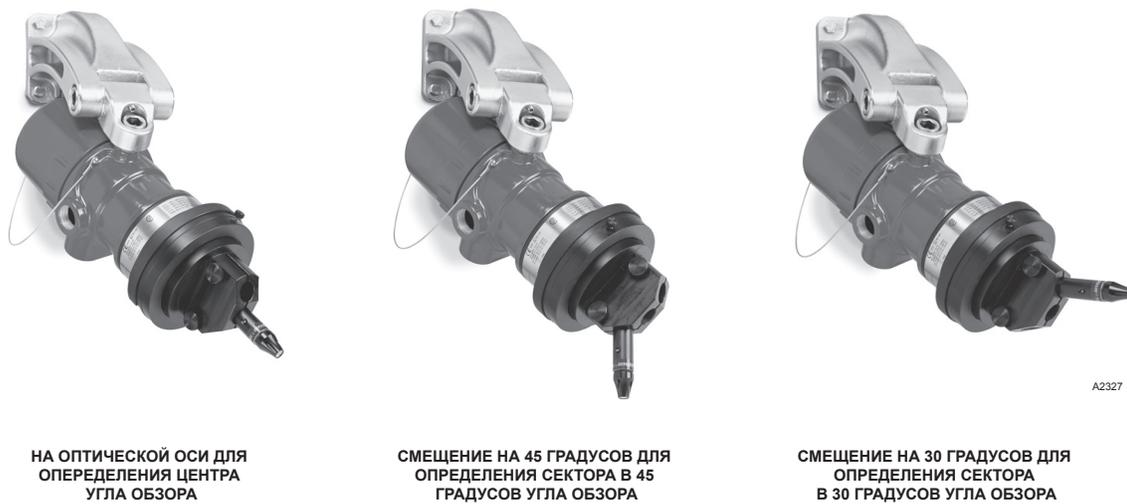

Рисунок 1. Положения лазерного позиционера в держателе Q1201C
1. Вставьте лазерный позиционер в центральное установочное отверстие Q1201C. См. рисунок 1.
1. Чтобы определить границу угла обзора в 30 градусов, установите лазерный позиционер в отверстие для 30 градусов. Чтобы определить границу угла обзора в 45 градусов, установите лазерный позиционер в отверстие для 45 градусов. Затяните соответствующий барашковый винт, чтобы надежно закрепить лазерный позиционер в требуемом положении. См. рисунок 1.